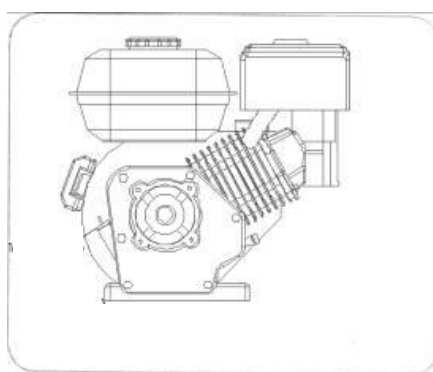

Рисунок 32
2. Выкрутите масляный щуп из маслозаливной горловины и протрите его начисто (рис.32).
2. Очистите зону вокруг пробки для слива масла, см. рис. 32.